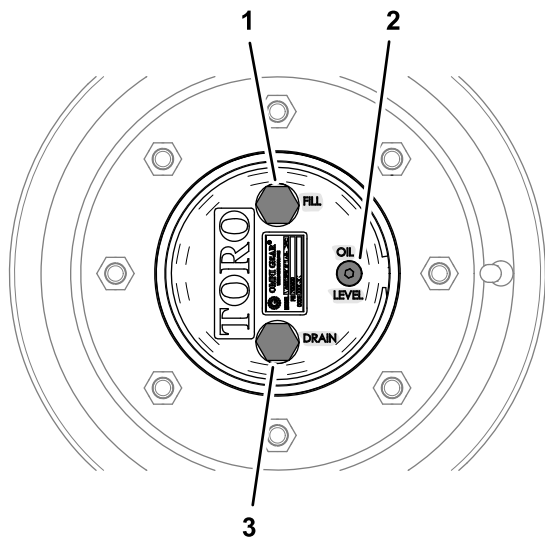

Figure 85
1. Amenez la machine sur une surface plane et horizontale, tournez une roue de sorte que le bouchon de remplissage soit en haut, à la position 12 heures, et le bouchon de vidange soit en bas, à la position 6 heures (Figure 85).
1. Amenez la machine sur une surface plane et horizontale, tournez une roue de sorte que le bouchon de remplissage soit en haut, à la position 12 heures, et le bouchon de vidange soit en bas, à la position 6 heures; voir Figure 85 sous Contrôle du niveau de lubrifiant du train planétaire (page 70).